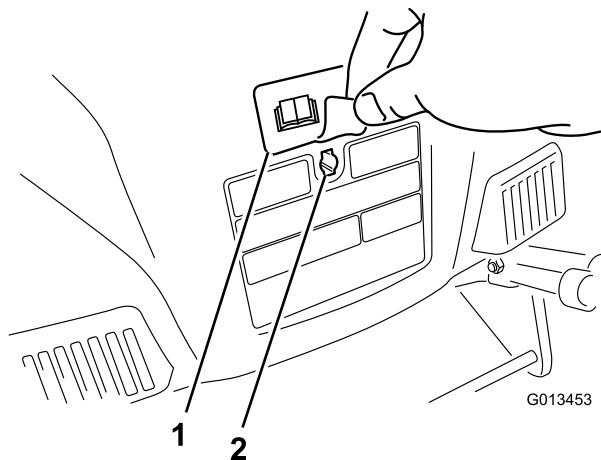

Figure 5
3. Retirez l'autocollant qui masque le trou de clavette au dos du carter (Figure 5).